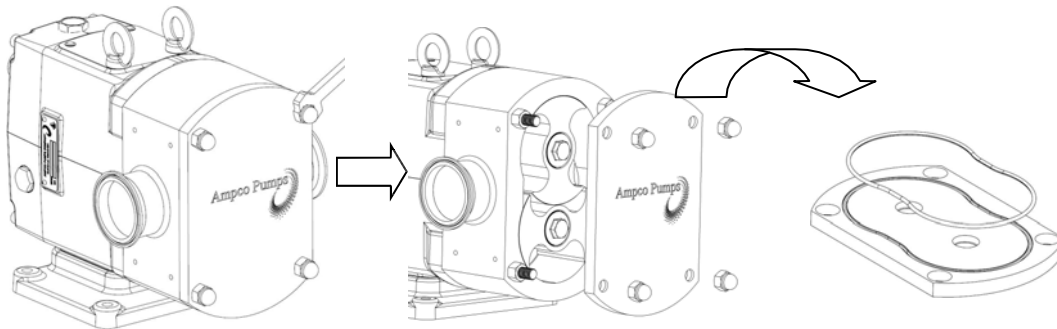

Figura 25: Retirar la cubierta de AL
1) Comience por retirar las tuercas de la cubierta usando una llave adecuada (Figura 25). Al desensamblar, coloque todas las piezas en una superficie limpia y protegida con las superficies terminadas y las caras de los sellos hacia arriba. Retire la cubierta con un mazo suave. Retire la junta tórica de la cubierta e inspeccione.